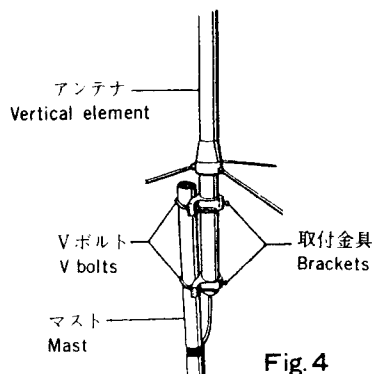

Fig. 4
⑤取付金具に付いているVボルトを利用してマストへしっかり固定します。
5. Attach assembled antenna to mast With brackets and V bolts as shown in Fig. 4.